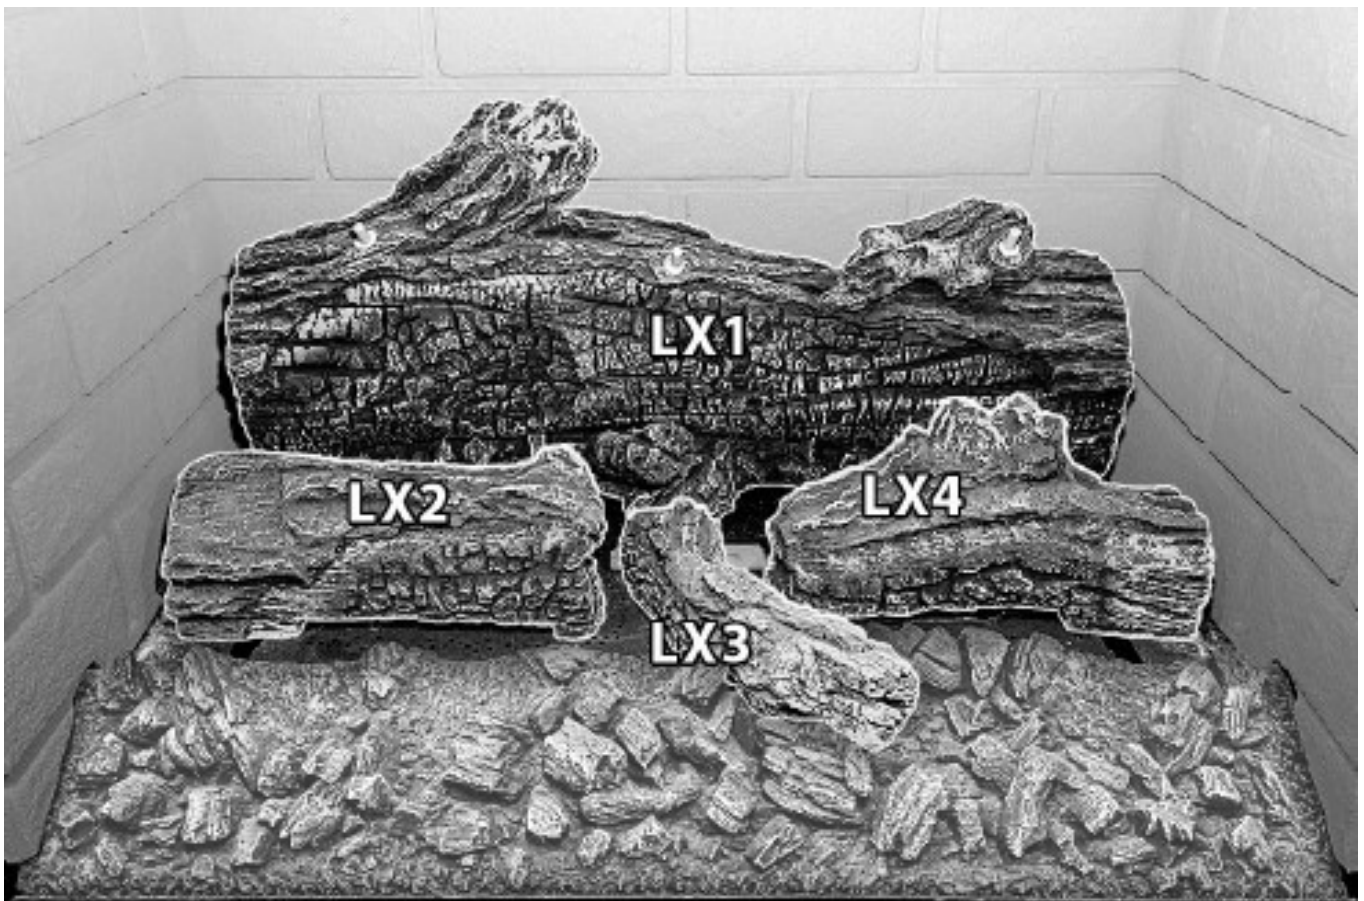

Figure 7.3, journaux de base
1. Placez la bûche LX1 sur la plaque appui-bûche arrière, tel que montré à la FIGURE 7.3.
2. Alignez les trous au bas de la bûche LX2 avec les tiges de position correspondantes situées du côté gauche du brûleur et fixez la bûche LX2 en place, tel que montré à la FIGURE 7.3.
3. Alignez la bûche LX3 avec l'encoche du panneau de braises et fixez en place, tel que montré à la FIGURE 7.3.
4. Alignez les trous au bas de la bûche LX4 avec les tiges de position correspondantes situées du côté droit du brûleur et fixez-la en place, tel que montré à la FIGURE 7.3.